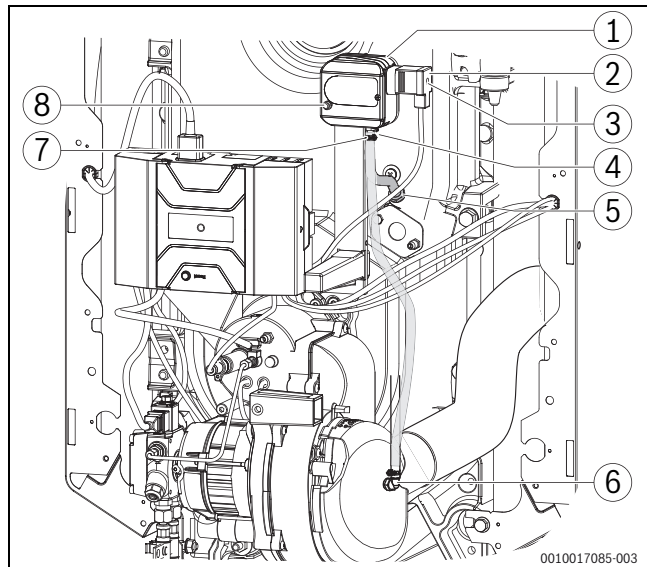

Bild 35 Brenner mit Druckwächter
- Sicherungsschraube [3] am Anschlussstecker [2] des Druckwächters [1] lösen und Anschlussstecker abziehen (→ Bild 35).
- Bei Teileaustausch im Reparaturfall auf die korrekte Zuordnung der Messleitungen gemäß Bild 35 achten!